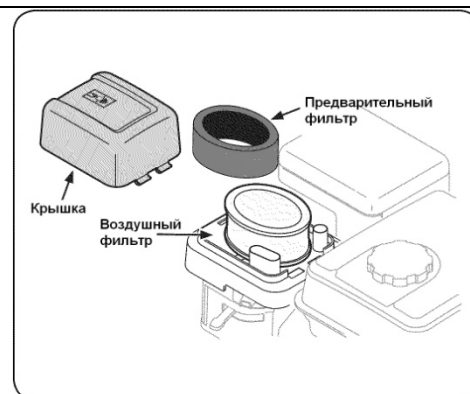

Рис.23
1. Нажмите на выступ на крышке воздушного фильтра, снимите крышку и извлеките воздушный фильтр. Рис. 23.